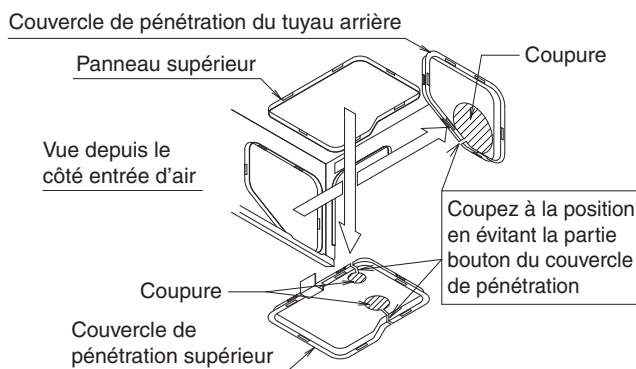
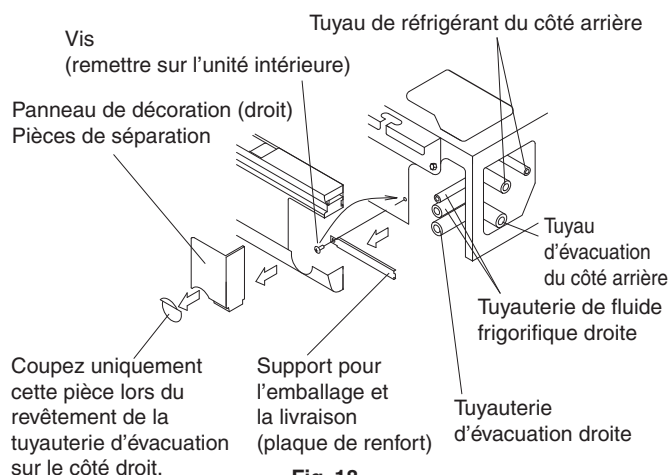

Fig. 16
Fig. 18
- Retirez le support pour l'emballage et la livraison (plaque de renforcement) avant les travaux de tuyauterie de fluide frigorigène. (Reportez-vous à la Fig. 18)
(1) Pour la tuyauterie arrière
- Retirez l'arrière par le couvercle et raccordez la tuyauterie. **(Reportez-vous aux Fig. 16 et 18)**
(2) Pour la tuyauterie arrière
- Retirez le couvercle supérieur de pénétration du panneau et utilisez le kit de tuyauterie à raccordement en forme de L (accessoire en option) pour diriger la tuyauterie. **(Reportez-vous aux Fig. 16 et 17)**
(3) Pour la tuyauterie de surface du côté droit
- Retirez le support pour l'emballage et la livraison (plaque de renforcement) sur la surface droite et remettez la vis dans la position d'origine de l'unité. **(Reportez-vous à la Fig. 18)**
- Coupez le trou de sortie au niveau du panneau de décoration (droit) et raccordez la tuyauterie. **(Reportez-vous à la Fig. 18)**
- Après l'installation de la tuyauterie, coupez le couvercle de pénétration retiré le long de la forme de la tuyauterie, puis installez. Aussi, pour le couvercle de pénétration du panneau supérieur, étant donné qu'il a été retiré auparavant, passez le moteur des lames d'oscillation et le fil de la thermistance par l'attache du couvercle de pénétration du panneau supérieur et fixez-les. **(Reportez-vous aux Fig. 16 et 19)** Lorsque vous faites cela, bloquez tout écart entre le couvercle de pénétration de la tuyauterie et la tuyauterie à l'aide de mastic afin d'empêcher la poussière d'entrer dans l'unité intérieure.
(1) Effectuez l'évacuation de la tuyauterie.
- La tuyauterie d'évacuation peut être raccordée à l'aide des consignes suivantes : Pour le côté arrière droit / côté droit, reportez-vous à la Fig. 18 du "6. TRAVAUX DE TUYAUTERIE DE FLUIDE FRIGORIFIQUE" et pour le côté arrière gauche / côté gauche, reportez-vous à la Fig. 21.